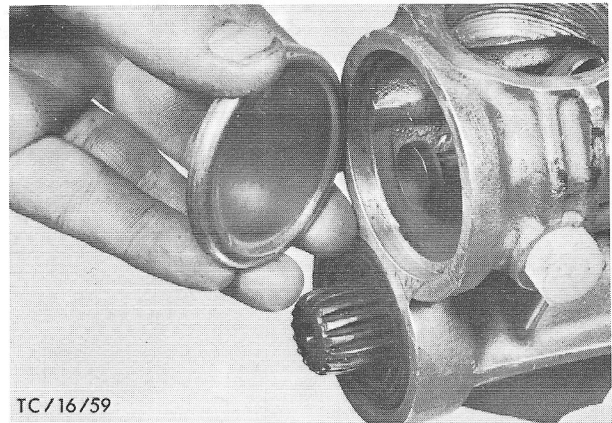

Fig. 83 Achterste staartstukdeksel monteren.
61. Monteer het achterdeksel van het staartstuk (fig. 83) (met vloeibare pakking) en borg het d.m.v. drie centpunten rondom de omtrek.